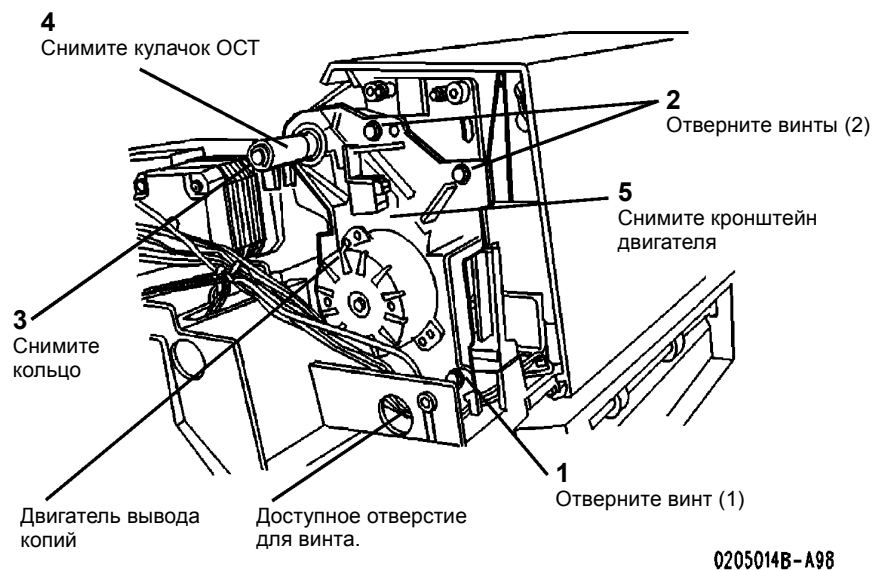

Рисунок 1 Снятие кронштейна двигателя вывода копий
3. Снимите кронштейн двигателя вывода копий ADF (Рисунок 1).